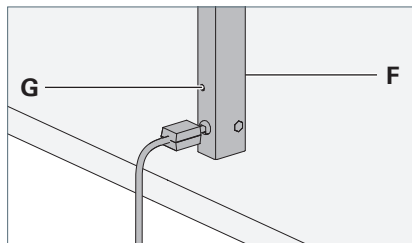

Fig. 6: Régler l'inclinaison du bras vertical.
- Assurez-vous à l'aide d'une clé à six pans creux que les vis **F** et **G** sont bien vissées dans le sens des aiguilles d'une montre, voir Fig. 6.